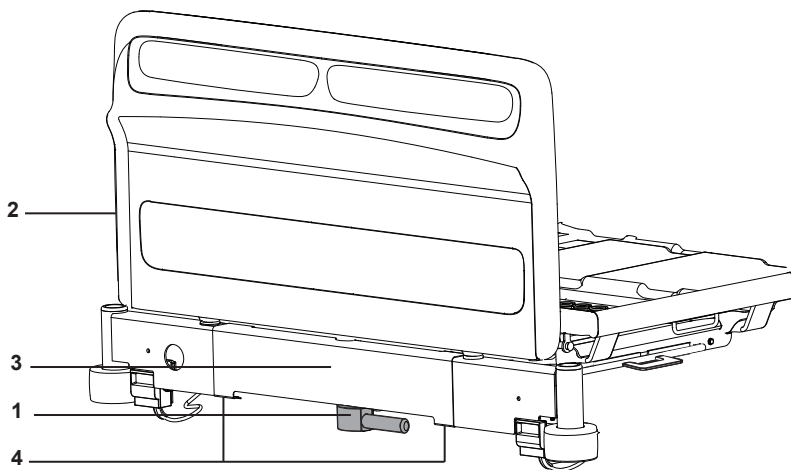
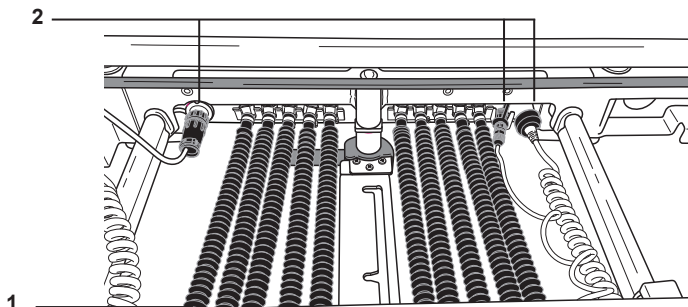

Рис. 1. Изножье и секция удлинения ножной части
Рис. 2. Защитная панель секции удлинения ножной части с воздушными шлангами и электрическими разъемами
4. Потяните рукоятка для удлинения ножной части (рис. 1, пункт 1), выдвиньте удлинение каркаса (3) и снимите изножье (2).
5. Найдите защитную панель секции удлинения ножной части (рис. 1, пункт 3) с прикрепленными воздушными шлангами (рис. 2, пункт 1) и электрическими разъемами (2) под ножной частью кровати. Отсоедините воздушные шланги и электрические разъемы от защитной панели секции удлинения ножной части.
6. Снимите защитную панель, открутив два винта Philips с цилиндрическими головками (рис. 1, пункт 4) на нижней стороне панели. Поместите защитную панель и оборудование в сумку для хранения, если блок управления надувным матрасом будет снят позже. Защитную панель секции удлинения ножной части необходимо будет установить снова, чтобы защитить воздушные шланги и электрические разъемы.